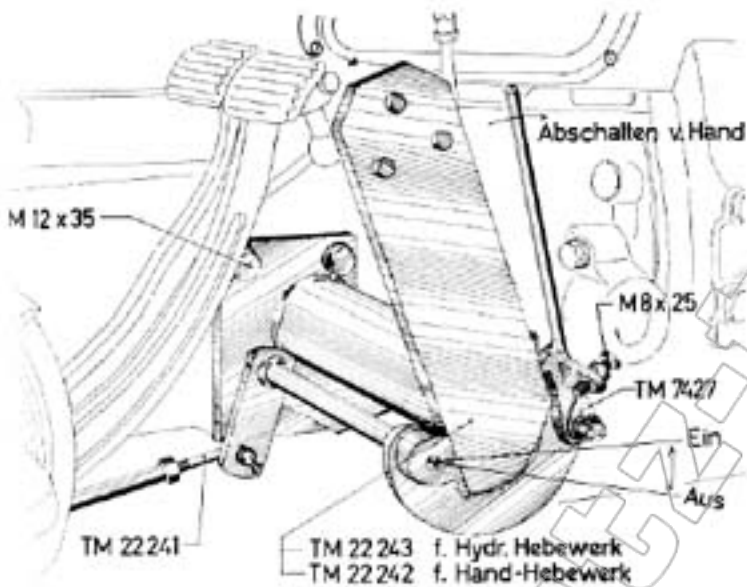
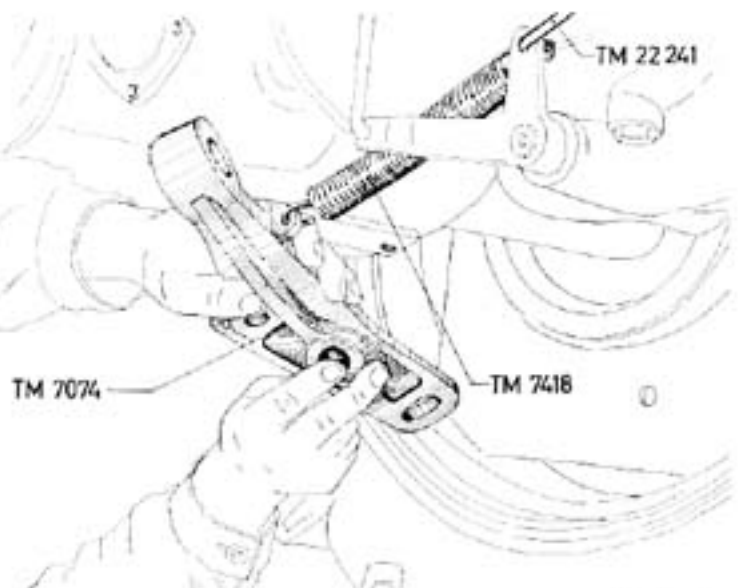

Abb. 5
Abb. 6
4. Der **Tragbock** TM 22242 (für das Handhebewerk TM 20792) bzw. TM 22243 (für das Hydraulik-Hebewerk TM 20791) wird mit den Sechskantschrauben M 12×35 und den dazugehörigen Federringen an der rechten Schlepperseite befestigt (Abb. 5).
5. Die **Schaltstange** TM 22241 wird gemäß Abb. 5 u. 6 am Hebel der Schaltwelle TM 7431 und am Schalthebel des Schleppergetriebes Abb. 6 eingehängt; am Hebel der Schaltwelle TM 7431 durch einen Splint und am Schalthebel des Schleppergetriebes durch die Feder TM 7418 gesichert.
Die Mähantriebs-Zapfwelle wird gekuppelt durch ein Schieberad, das durch den Schalthebel (Abb. 6) betätigt wird. Das Einkuppeln der Mähantriebs-Zapfwelle erfolgt – bei durchgetretener Fahrkupplung – durch Ziehen der rechts am Fahrersitz befindlichen Betätigungsstange. Die am Schalthebel angreifende Zugfeder TM 7418 versucht das Schieberad auszuschalten (Abb. 6). Dies wird verhindert durch die auf dem Hebwerks-Tragbock gelagerte Schaltklinke, die nach Einschalten der Mähantriebs-Zapfwelle einrastet. Der Schalthebel am Getriebegehäuse ist nur in der „Aus“-Stellung arretiert. Die Arretierung in der Einschalt-Stellung erfolgt über die am Hebwerks-Tragbock einrastende Schaltklinke. Um eine volle Überdeckung des Schiebe-Zahnrades mit dem antreibenden Zahnrad zu erzielen, muß die Schaltstange TM 22 241 sorgfältig eingestellt werden. Dies erfolgt zweckmäßig, indem der Mähantrieb eingeschaltet wird, womit die Klinke eingerastet ist. Die Schaltstange TM 22 241 wird durch feinfühliges Drehen des Spanschlusses bis zur spürbaren Anlage des Schieberades eingestellt.
Die Einstellung des Zeitpunktes der automatischen Abschaltung erfolgt durch das Einstellen der in der Schaltklinke TM 7427 eingesetzten Sechskantschraube M 8×25 (Abb. 5). Im Motorleerlauf wird beim langsamen Anheben des Mähbalkens der Zeitpunkt der automatischen Abschaltung überprüft. Der Antrieb soll automatisch kurz über der Schwadstellung des Mähbalkens stillgesetzt werden. Ein Anschlagnocken am Hubarm des Hand- als auch des Hydraulik-Hebwerkes drückt beim Weiterheben aus der Schwadstellung heraus gegen die Sechskantschraube der Schaltklinke, womit die Schaltklinke ausrastet und der Schalthebel durch die Spannung der Zugfeder TM 7418 in die „Aus“-Stellung gezogen wird. Dieser Vorgang ist mehrmals in allen Drehzahlbereichen zu wiederholen.
Die Mähantriebs-Zapfwelle wird gekuppelt durch ein Schieberad, das durch den Schalthebel (Abb. 6) betätigt wird. Das Einkuppeln der Mähantriebs-Zapfwelle erfolgt – bei durchgetretener Fahrkupplung – durch Ziehen der rechts am Fahrersitz befindlichen Betätigungsstange. Die am Schalthebel angreifende Zugfeder TM 7418 versucht das Schieberad auszuschalten (Abb. 6). Dies wird verhindert durch die auf dem Hebewerks-Tragbock gelagerte Schaltklinke, die nach Einschalten der Mähantriebs-Zapfwelle einrastet. Der Schalthebel am Getriebegehäuse ist nur in der „Aus“-Stellung arretiert. Die Arretierung in der Einschalt-Stellung erfolgt über die am Hebewerks-Tragbock einrastende Schaltklinke. Um eine volle Überdeckung des Schiebe-Zahnades mit dem antreibenden Zahnrad zu erzielen, muß die Schaltstange TM 22241 sorgfältig eingestellt werden. Dies erfolgt zweckmäßig, indem der Mähantrieb eingeschaltet wird, womit die Klinke eingerastet ist. Die Schaltstange TM 22241 wird durch feinfühliges Drehen des Spannschlusses bis zur spürbaren Anlage des Schieberades eingestellt.